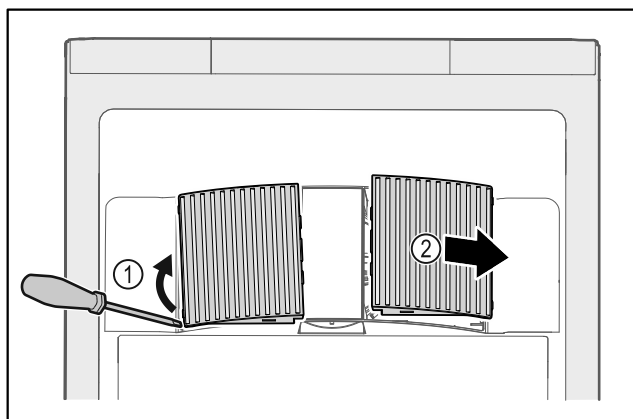

Fig. 199
- ▶ Ostrożnie podważyć osłony wentylatora z boku Fig. 199 (1) i zdjąć do przodu Fig. 199 (2).